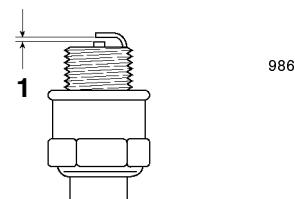

Figure 30
- Réglez l'écartement des électrodes à 0,50 mm (Fig. 30).